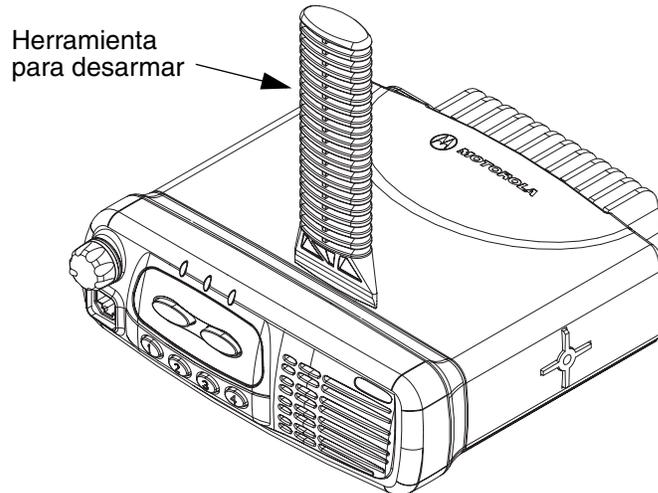

Figura 2-1 Procedimiento típico para retirar el cabezal de control
1. Inserte la herramienta para desarmar en la ranura entre el cabezal de control y el conjunto del radio, como se muestra en la Figura 2-1.